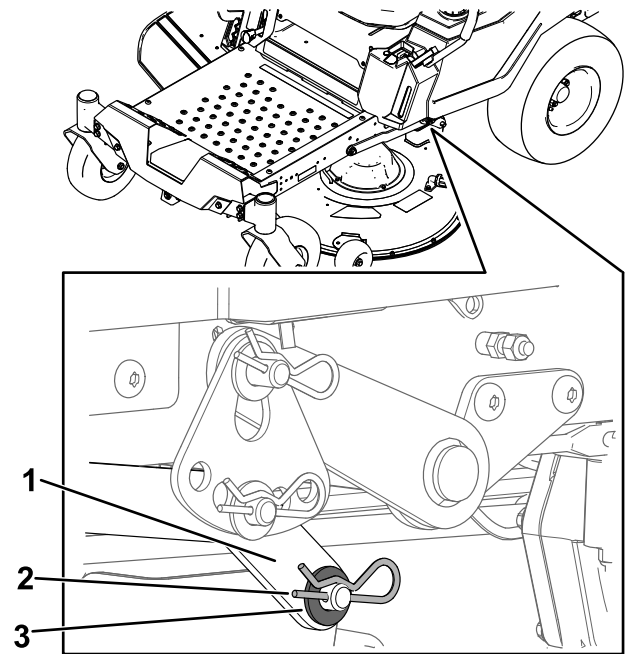

Figure 74
6. D'un côté de la machine, retirez la rondelle et la goupille fendue de l'axe du tablier (Figure 74).
7. Déposez le bras de levage de l'axe du tablier (Figure 74).
5. D'un côté de la machine, soulevez l'arrière du tablier de coupe et installez le bras de levage sur l'axe du tablier (Figure 74).
6. Installez le bras de levage avec la rondelle et la goupille fendue (Figure 74).